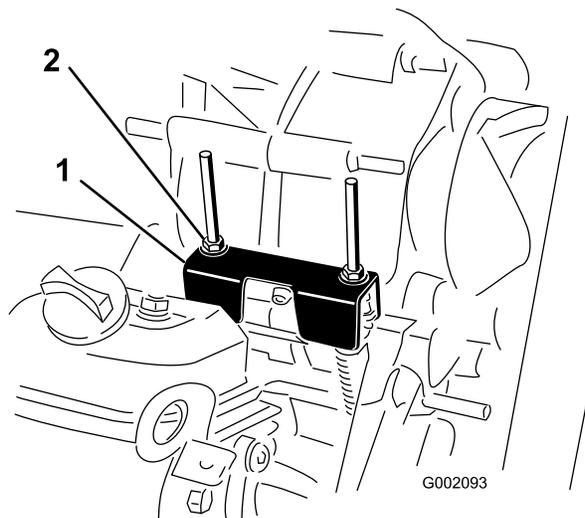

Рисунок 45
- Убедитесь, что кронштейн нейтрали находится в НЕЙТРАЛЬ положении (на уровне кронштейна крепления троса, расположенного под кронштейном переключения передач), повернув ведомое сцепление (Рисунок 45).
- Поверните одну из контргайек (Рисунок 45), чтобы получить зазор от 0,762 до 1,52 мм между нижней частью гайки/шайбы и кронштейном нейтрали.
Прежде чем выполнять плановое техобслуживание и (или) диагностику двигателя, коробку передач необходимо переключить в положение НЕЙТРАЛЬ (Рисунок 45). У автомобиля есть положение НЕЙТРАЛЬ на рычаге переключения передач, которое включает нейтральное положение в трансмиссии. Выполните следующие действия, чтобы убедиться в правильной работе рычага переключения трансмиссии в нейтральном положении: